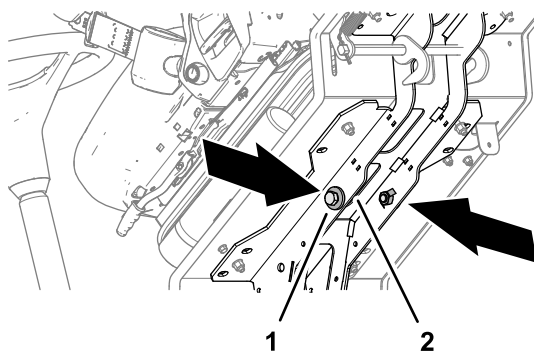

Figure 47
6. Rangez les 2 boulons (12 x 40 mm) et les 2 rondelles (12 mm) dans les longerons de support de la plate-forme (**Figure 47**).